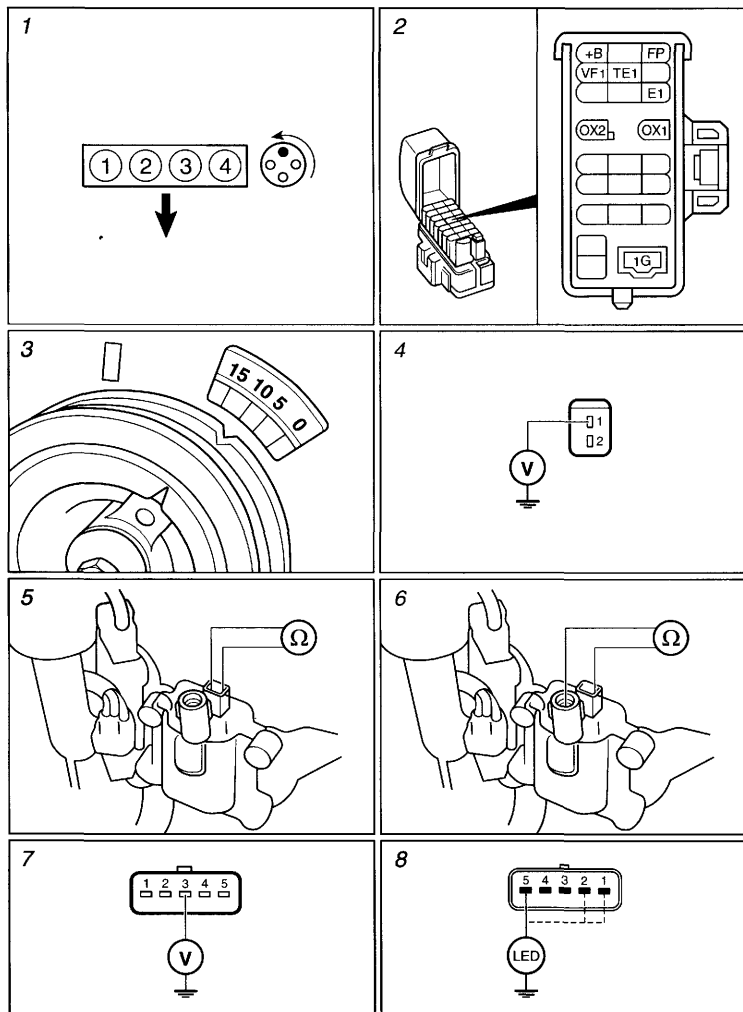

Рис. 8. Система зажигания
- подключить стробоскоп и соединить контакты «TE1-E1» DLC разъема (см. рис. 8/2);
- отключить 2-х контактный разъем жгута от катушки зажигания (см. рис. 8/4);
- выключить зажигание и измерить сопротивление первичной обмотки катушки, контакты «1-2» разъема катушки (см. рис. 8/5), должно быть около 0,5 Ом;
- измерить сопротивление вторичной обмотки катушки, контакты «1-НТ*» разъема катушки (см. рис. 8/6), должно быть около 12000 Ом.
- отключить 5-пиновый разъем жгута от усилителя зажигания (см. рис. 8/7);
- подключить разъемы катушки зажигания и усилителя зажигания на место, и прокрутив двигатель стартером, проверьте входные (контакты «1» и «2») и выходной (контакт «5») сигналы усилителя зажигания с помощью LED-индикатора (см. рис. 8/8);